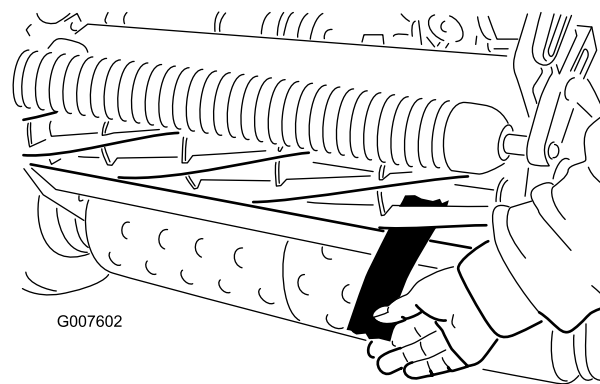

Figure 50
4. À une extrémité de l'avant du cylindre, insérez une longue bande de papier journal entre le cylindre et la contre-lame (Figure 50). Tournez le cylindre lentement en avant tout en tournant la vis de réglage de la barre d'appui dans le sens horaire (du même côté du cylindre), un cran à la fois, jusqu'à ce que le
6. Vérifiez ensuite si le cylindre peut saisir le morceau de papier inséré par l'avant et le couper lorsqu'il est inséré perpendiculairement à la contre-lame (Figure 50). Normalement, le papier doit être coupé avec un minimum de contact entre la contre-lame et les lames du cylindre. Si le cylindre semble frotter de façon excessive (plus de 0,79 Nm), rodez ou affûtez les lames pour obtenir les bords tranchants nécessaires à une tonte de précision ; voir le *Manuel d'affûtage des cylindres Toro*.